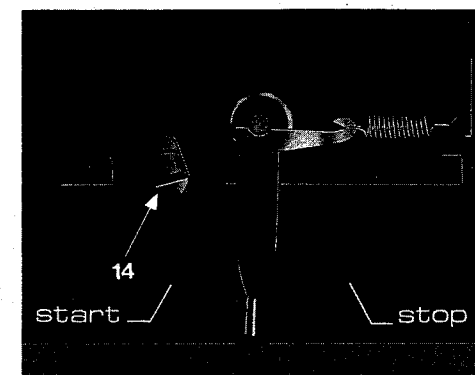

Fig. 26
Beim Betätigen der Steuertaste senkt sich die Abtastnadel selbsttätig in die Einlauffrille der Schallplatte. Setzt z.B. bei einem nachträglich montierten Tonabnehmersystem der Abtaststift zu weit innen oder außerhalb der Schallplatte auf, stellen Sie die Drehtaste für die Plattenteller-Drehzahl-Einstellung auf "33". Durch Abnehmen der Zierleiste (nach vorne drücken und am hinteren Rand zuerst hochklappen) wird die Regulierschraube (14) sichtbar, mit der der Tonarmaufsetzpunkt justiert werden kann (Fig. 26). Legen Sie bitte eine 30 cm-Schallplatte auf und starten Sie das Gerät. Wenn der Abtaststift zu weit innen oder außen auf der Schallplatte aufsetzt, drehen Sie die Justierschraube entsprechend nach rechts oder nach links.
Lorsqu'on actionne la touche de commande, la pointe de lecture descend automatiquement dans le sillon d'entrée du disque. Si après un changement de cellule, la pointe descend trop loin à l'intérieur ou à l'extérieur du disque, amenez le bouton de réglage de la vitesse du plateau sur "33". Lorsqu'on retire la réglette décorative (en la soulevant préalablement sur le bord arrière) la vis de réglage (14) du bras devient visible (Fig. 26). Posez un disque de 30 cm sur le plateau et mettez l'appareil en route. Si la pointe descend trop vers l'intérieur ou l'extérieur du disque, tournez la vis vers la gauche ou resp. la droite.
Move the speed selector to "3". Removing the decorating strip (first lift it on the rear edge) will expose the control (14) for tonearm indexing (Fig. 26).
Wanneer de afstelling niet juist is, geval de naald ofwel naast of te ver op de plaat komt, dan kan de afstelling gecorrigeerd worden. Daartoe wordt de toerental omschakelaar op "33" gezet. Door het verwijderen van de sierlijst (eerst aan de achterkant omhoogklappen) wordt de instelschroef zichtbaar. Met deze schroef wordt het juiste opzetpunt ingesteld (Fig. 26).
Al elevar la moldura (comenzar la elevación por el canto posterior) aparecerá el tornillo de ajuste (14) con el que se puede ajustar el punto de entrada de la aguja (Fig. 26). Coloque a tal fin un disco de 30 cm. y ponga en marcha el aparato. Si la aguja entra demasiado o se posa fuera del disco, gire el tornillo hacia la izquierda o hacia la derecha respectivamente.
Skulle detta inträffa, ställ varvtalsomkopplaren på läge "33". Genom att ta bort prydna-listen (skjuts mot framkanten och lyftes i den bakre kanten) blir justeringskruven (14) för nedläggningspunkten synlig (Fig. 26).
Togliendo ora la piastrina sovrastante (premendola verso l'avanti e sollevandone il bordo posteriore) si mette in evidenza la vite (14) con la quale è possibile regolare il punto di discesa del braccio (Fig. 26).